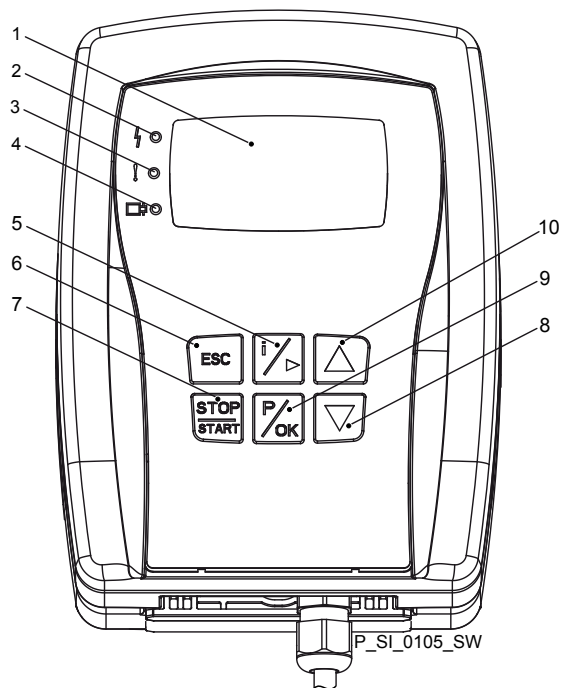

Fig. 4: Éléments de commande IHM
- 8 LED d'état (comme Voir la Fig. 4) et LED d'état CAN Bus (externe)